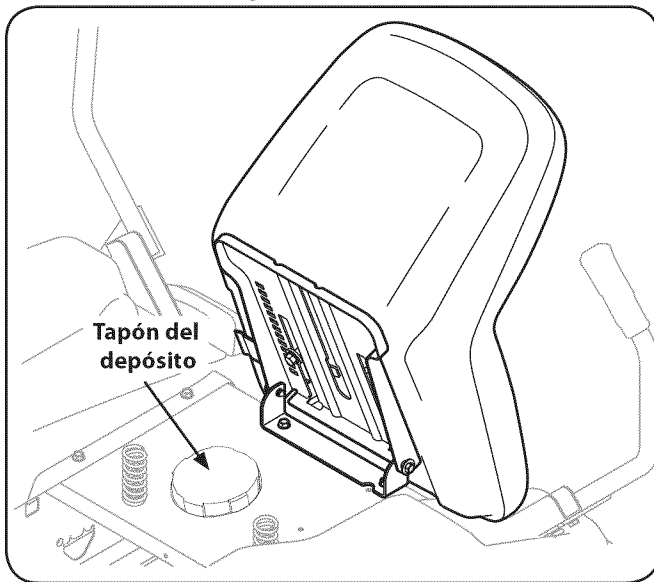

Figure 6-3
1. Pivote el operador del asiento hacia adelante y limpie el depósito de la tapa y el área alrededor de la tapa para evitar la contaminación de los desechos de aceite de la transmisión. Ver Fig. 6-3.